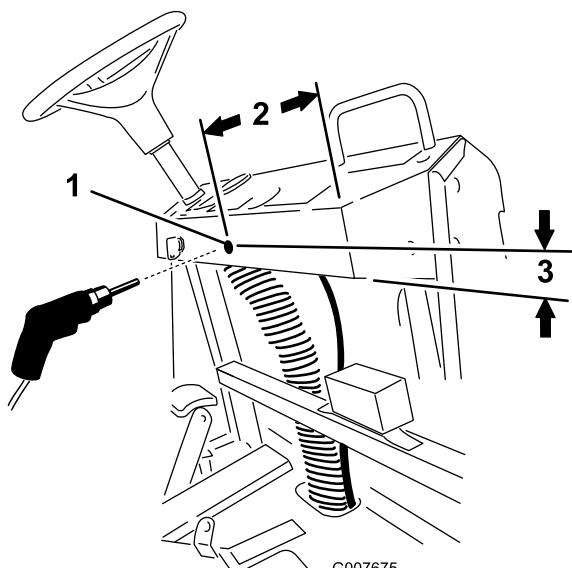

Рисунок 18
- Сделайте отметку, отступив 25 см (10 дюймов) от правого края приборной панели к центру, а затем 4 см (1-1/2 дюйма) от нижнего края вверх (Рисунок 18).